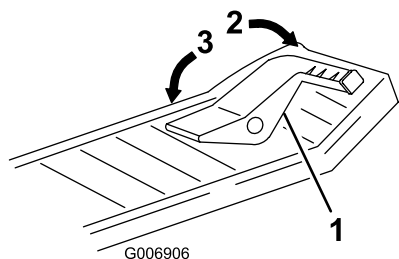

Figura 14
2. Ponga el pie sobre el pedal de control de tracción y pise lentamente la parte superior del pedal para desplazarse hacia adelante, o la parte inferior del pedal para desplazarse hacia atrás (Figura 14).